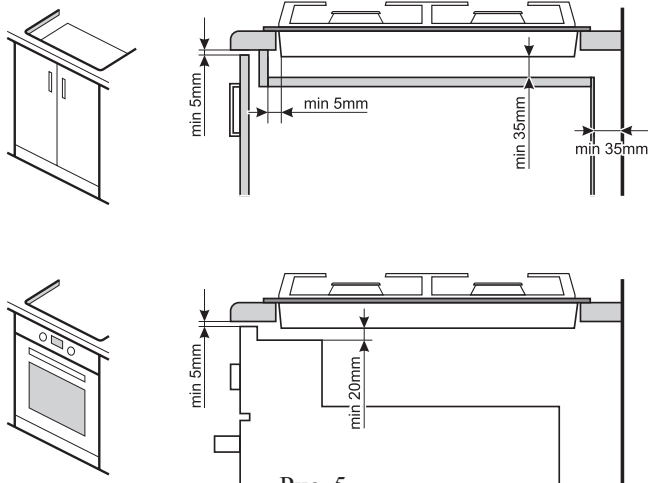

Рис. 5
6. При установке панели варочной необходимо обеспечить минимальные воздушные зазоры согласно рис. 5.